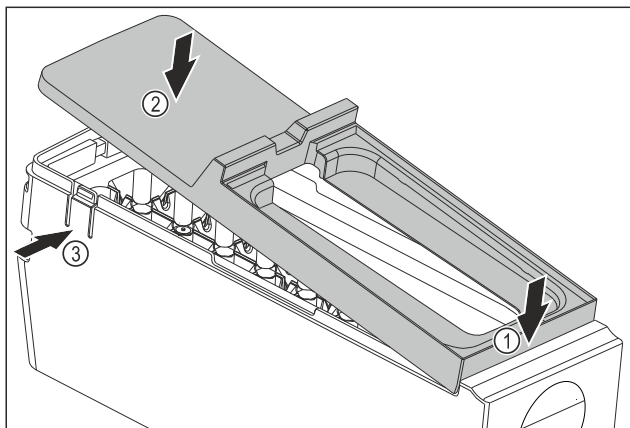

Fig. 82
- ▶ Montați apărătoarea corpului EasyTwist-Ice: Așezați în față apărătoarea. Fig. 82 (1)
- ▶ Coborâți în spate apărătoarea. Fig. 82 (2)
- ▷ Apărătoarea se fixează în poziție cu zgomot specific în cele două eclise Fig. 82 (3).